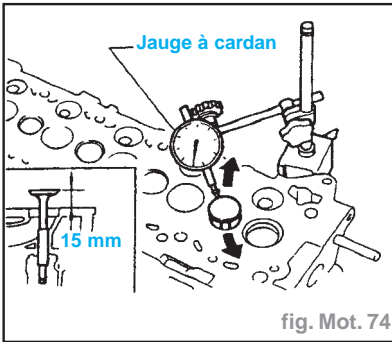

fig. Mot. 74
- Introduire la queue de soupape dans le guide, la déplacer d'avant en arrière et la faire coulisser (fig. Mot. 74).